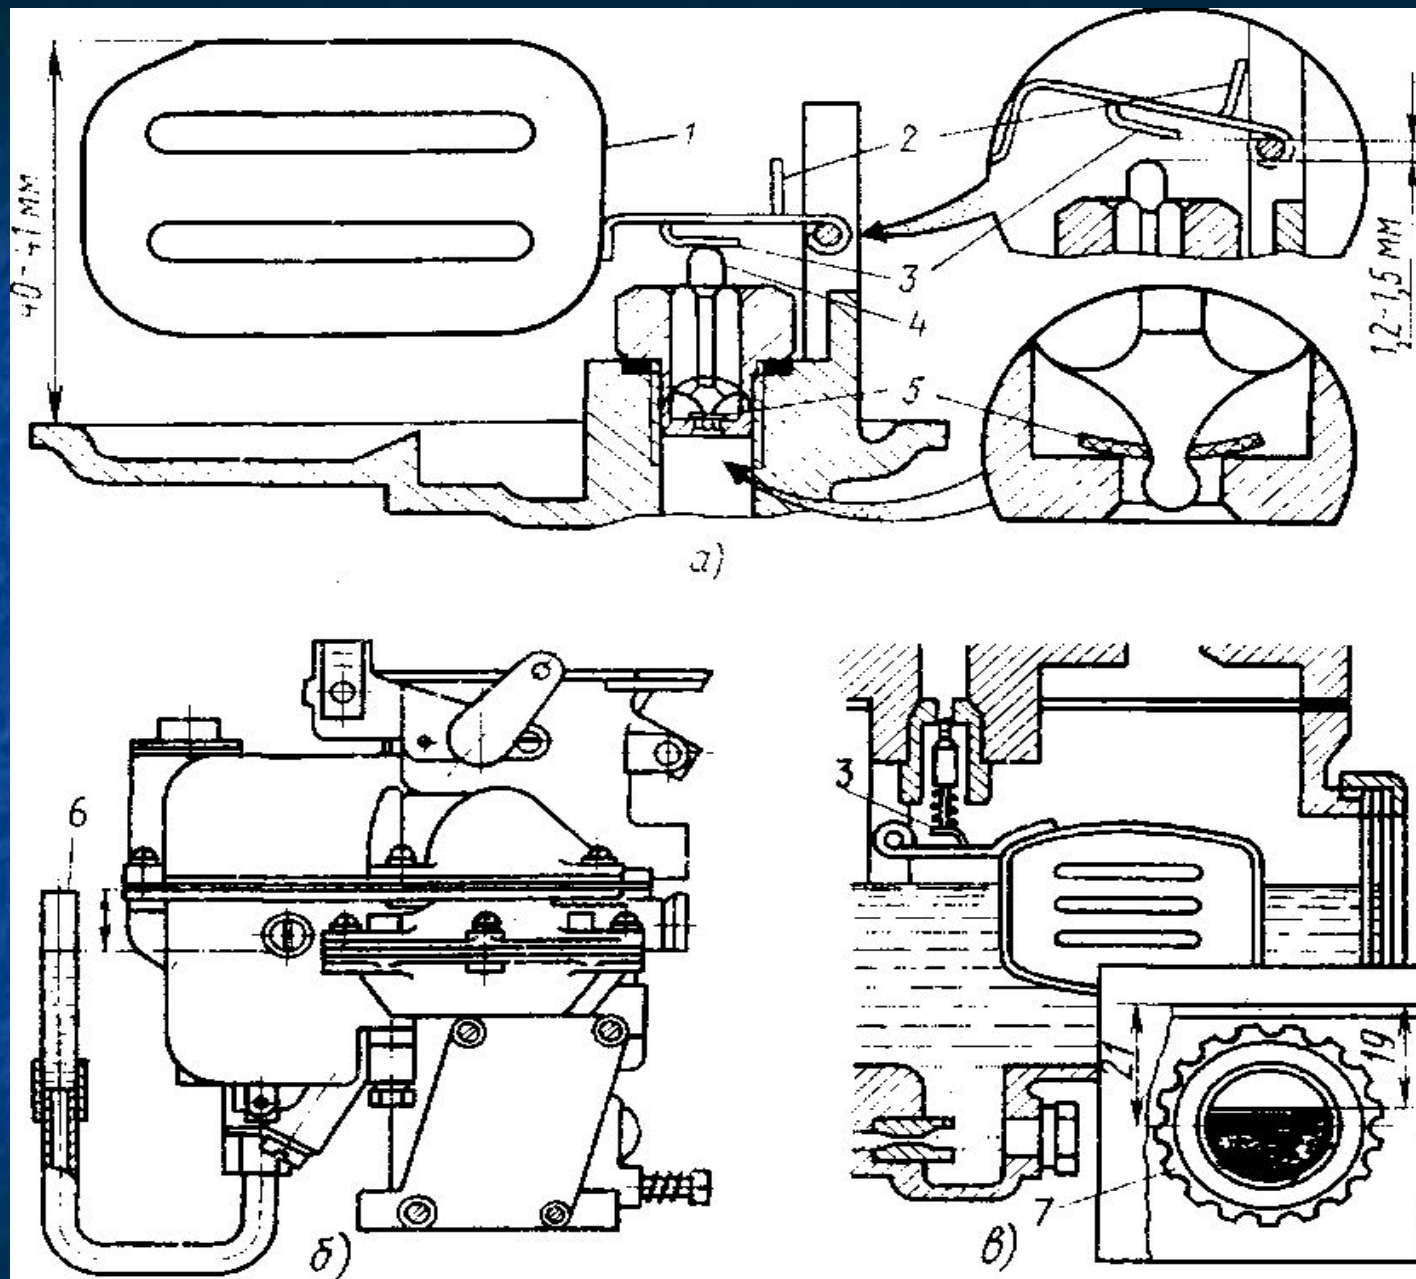

Рис. 4. Схема проверки и регулировки уровня топлива в поплавковой камере карбюратора:
В карбюраторах, имеющих уплотнительные шайбы 5 (рис. 4, а), не рекомендуется снимать шайбу с иглы и промывать ее каких-либо растворителях, кроме бензина керосина.
- Для регулировки уровня бензина надо снять крышку поплавковой камеры и установить размер 40-41 мм (рис. 4, в) подгибанием язычка 3, упирающегося в торец иглы 4. Подгибанием ограничителя 2 хода поплавка 1 надо установить зазор между язычком 3 и торцом иглы 4 1,2-1,5 мм. Этим обеспечивается нормальный ход иглы 4.
В карбюраторе К-88А, устанавливаемом на двигателе ЗИЛ-130, вывертывают пробку в нижней части колодца экономайзера, ввертывают вместо нее переходник с резиновым шлангом и стеклянной трубкой 6 (рис. 4, б). Расположив трубку вертикально, рычагом ручной подкачки топливного насоса нагнетают топливо в поплавковую камеру. Высота уровня топлива от плоскости разъема верхней и средней частей карбюратора должна быть 18-19 мм.
В карбюраторе К-126Б, устанавливаемом на двигателях ЗМЗ-53, уровень топлива в поплавковой камере контролируют через смотровое окно 7 (рис. 4, в). Уровень топлива должен быть на 19-21 мм ниже плоскости разъема верхней и средней частей карбюратора.